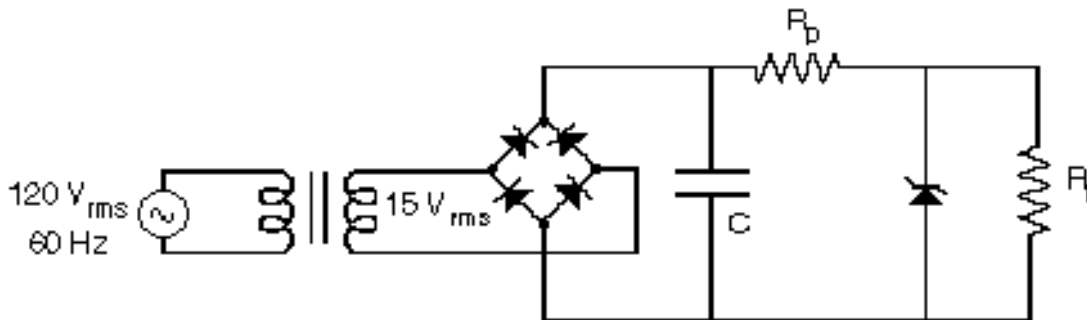

Figura 2.- Fuente regulada básica.
6.- En el circuito de la Figura 2, la Fuente regulada básica:
1.- Monte el circuito de la Figura 2 y observe en la pantalla del osciloscopio el voltaje de salida, el voltaje en el condensador y el voltaje y la corriente en los diodos de dicho circuito. Haga los diagramas en su cuaderno, identificando amplitudes y periodos de tiempo en las curvas dibujadas.